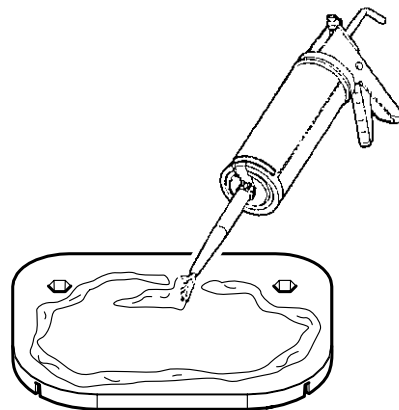

Fig. 7
4. Aplique sellador tipo SIKAFLEX®252 o similar sobre las placas (**Fig. 7**).